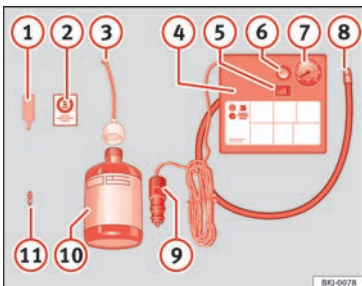

Fig. 73 Représentation standard : contenu du kit anticrevaison.
- Dévissez le capuchon et l'obus de la valve du pneu. Utilisez l'appareil » fig. 73 ① pour extraire l'obus. Placez-le sur une surface propre.
- Agitez fortement la bouteille de produit de colmatage des pneus » fig. 73 ⑩.
- Vissez le tuyau de gonflage » fig. 73 ③ sur la bouteille de produit de colmatage. Le
- Retirez le bouchon du tuyau de remplissage » fig. 73 ③, puis vissez l'extrémité ouverte du tuyau sur la valve du pneu.
- Placez de nouveau l'obus de valve sur la valve du pneu avec l'outil » fig. 73 ①.
- Vissez le tuyau de gonflage du pneu du compresseur » fig. 73 ⑧ sur la valve du pneu.
- Vérifiez si la vis d'évacuation d'air est serrée » fig. 73 ⑥.
- Branchez le connecteur » fig. 73 ⑨ à une prise de courant de 12 volts du véhicule » page 163.
- Raccordez le compresseur d'air au commutateur ON/OFF » fig. 73 ⑤.